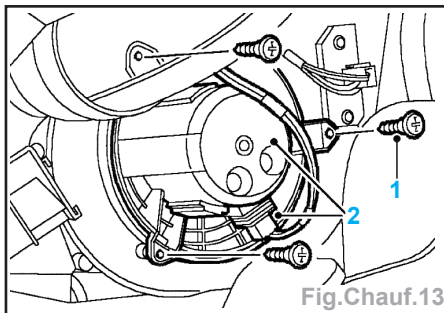

Fig.Chauf.13
- Déposer les 3 vis (1) maintenant le moteur du ventilateur sur le carter de chauffage (Fig.Chauf.13).
- Dégager le ventilateur du bloc de chauffage et débrancher la fiche multibroches (2).